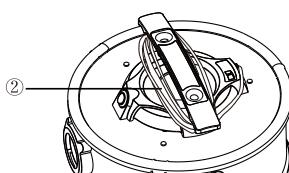

Fig. 8
- Træk ledningen (②) løst rundt om bærehåndtaget for nem opbevaring (fig. 8).